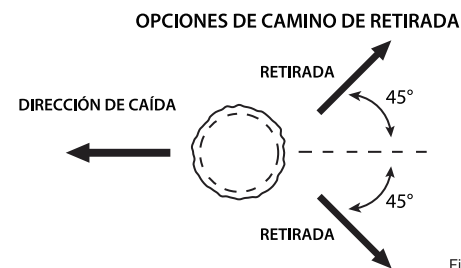

Fig. 5
- Antes de comenzar su corte, debe planificar y despejar un camino de retirada para situaciones de emergencia. El camino de retirada debe extenderse hacia atrás y en diagonal hacia la parte trasera de la línea de caída esperada. (Fig.5)